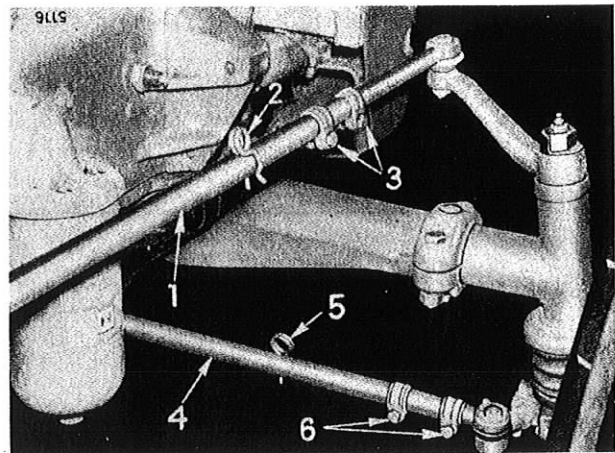

Bild 28
Den Schlepper unter der Vorderachse aufbocken. Die Klemmschrauben an den Vorderachsverlängerungen lösen und die Zentrierbolzen entfernen. Die Klemmschrauben an der Spurstange (6), Bild 28, lösen. Die Federsicherung (5) entfernen. Klemmschrauben (3) an der Schubstange lösen und die Federsicherung (2) entfernen. Die Achsverlängerungen auf die gewünschte Spurweite ausziehen, die Zentrierbolzen wieder anbringen und durch Splinte sichern. Die Klemmschrauben der Vorderachsverlängerungen fest anziehen.
Diese Stellen werden markiert und um eine halbe Umdrehung nach hinten weitergedreht. Das sich an dieser Stelle ergebende Maß muß 3–5 mm größer sein als bei der vorderen Messung. Trifft dies nicht zu, so muß die Spurstange (4), Bild 28, je nach Erfordernis durch Ein- oder Ausschrauben des Kugelgelenkes an der linken Seite der Spurstange verlängert oder verkürzt werden.